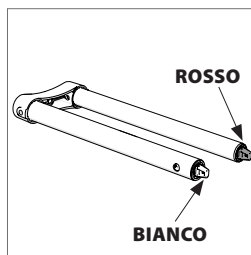

Fig. 1b
- I cursori del carrello (**Fig. 1b**).